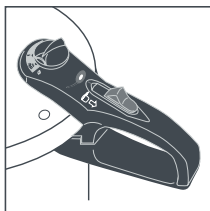

Fig.10
Après chaque utilisation, vérifiez la soupape de fonctionnement pour vous assurer qu'il n'y a pas de restes d'aliments. Pour ce faire, mettez la soupape sur la position indiquée sur la figure 10 et retirez la soupape (voir les instructions détaillées ci-dessous). Nettoyez-la en faisant couler de l'eau au travers de la pièce. Mettez ensuite le couvercle à contre-jour ; regardez à travers le trou situé sous la soupape et assurez-vous qu'aucun reste d'aliment ne la bouche. Si nécessaire, nettoyez le trou avec une petite brosse. Si après vérification de la soupape l'autocuiseur ne fonctionne pas correctement, ne l'utilisez sous aucun prétexte et portez-le au **Service Technique Agréé**
1. Mettez la soupape sur la position d'expulsion de vapeur, soit le dessin du nuage de vapeur (Fig. 10).